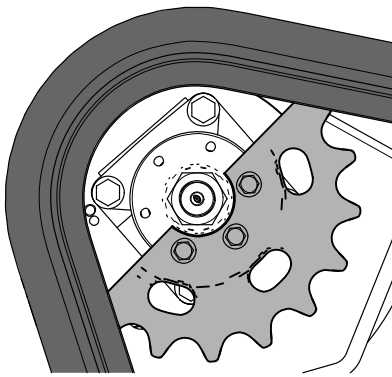

Figure 63
1. Boulon (3)
11. Poussez la commande de déplacement en avant jusqu'à ce que l'autre moitié du pignon soit dégagée de la chenille (Figure 63).